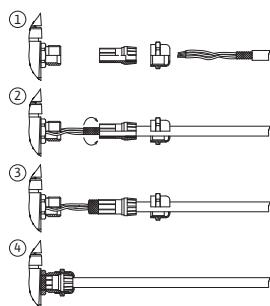

Fig. 25: Защитна екранировка
Екранът е свързан към кабелния проход на електронния модул. Виж Fig. 25.
Кабелите на дигиталните входове, аналоговите входове и шинната комуникация трябва да имат екранировка по металното кабелно винтово съединение на кабелния проход (Fig. 19, poz. 4, 5 и 6). Екраниране виж Fig. 25.
1. Отворете внимателно захващащите куки (Fig. 25) с инструмент (напр. отвертка).